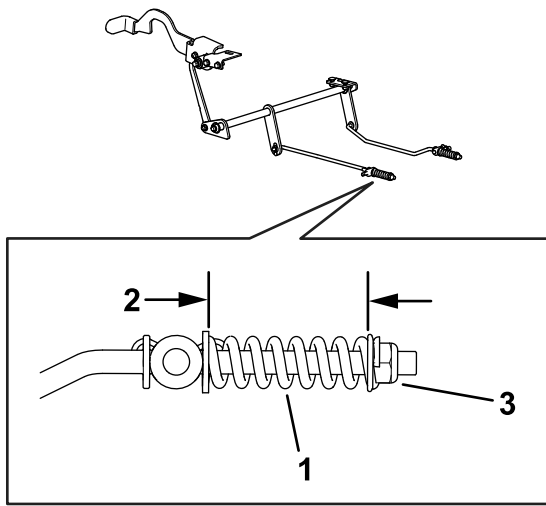

Bild 61
8. Prüfen Sie beide Federlängen, wie in Bild 61 abgebildet. Falls eine Einstellung erforderlich ist, drehen Sie die Federsicherungsmutter nach rechts, um die Feder zu verkürzen und nach links, um die Feder zu verlängern. Wiederholen Sie Schritt 6.